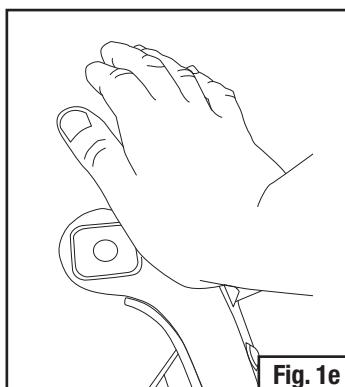

Fig. 1e
- Se substituir a suporte do visor ou o botão de solda e o kit de parafusos, remova o suporte do visor colocando-o na borda de uma mesa, apoiando-se no suporte (orifício voltado para você) e pressione fortemente sobre suporte do visor com a palma da mão (Fig. 1e).